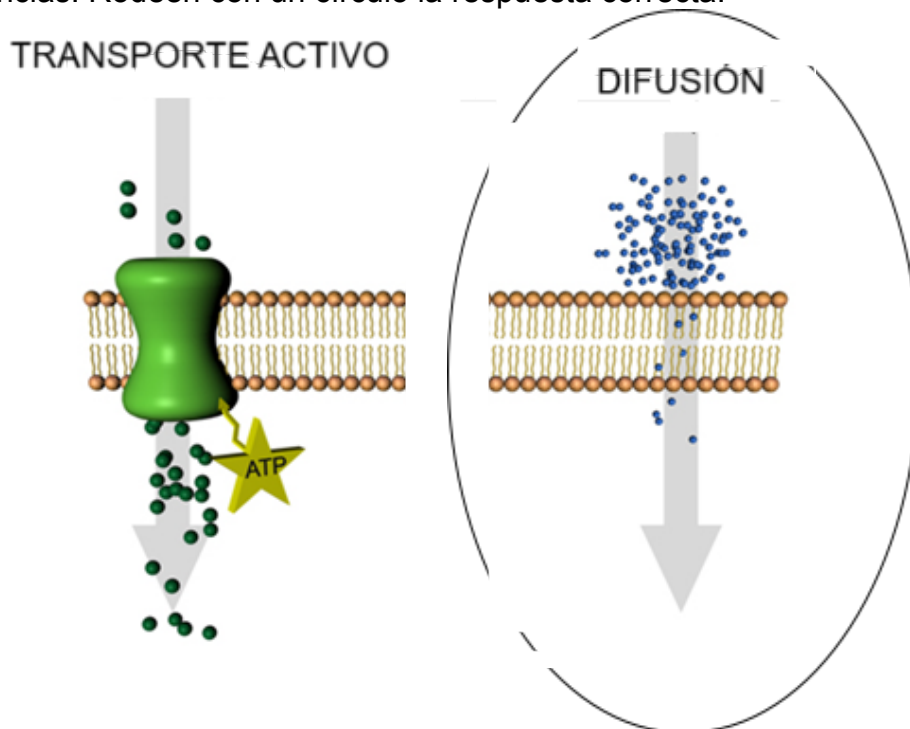

Figura 3: Movimiento de partículas a través de la membrana. Imagen extraída y modificada de Imagen:TiposTransporteMembrana.jpg - Wikillerato
- 4) Analicen la Figura 3 e indiquen cuál de los dos procesos se observa en las experiencias. Rodeen con un círculo la respuesta correcta.